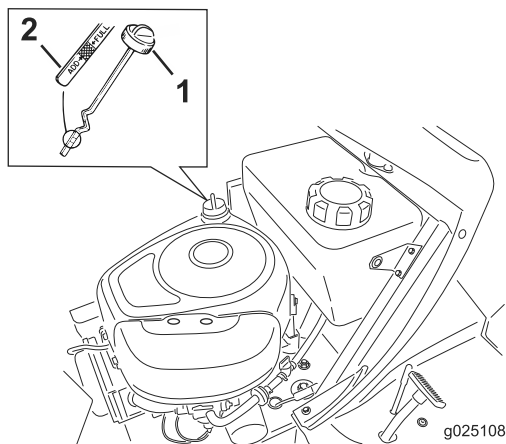

Figura 23
7. Limpie alrededor de la varilla (Figura 23) para impedir que caiga suciedad por el orificio de llenado y cause daños en el motor.
8. Desensrosque la varilla y limpie el extremo metálico (Figura 23).
9. Enrosque la varilla de aceite a fondo en el tubo de llenado (Figura 23).
11. Limpie alrededor de la varilla y desenrosque el tapón (Figura 23).
12. Vierta lentamente aproximadamente un 80% del aceite de motor por el tubo de llenado (Figura 23).